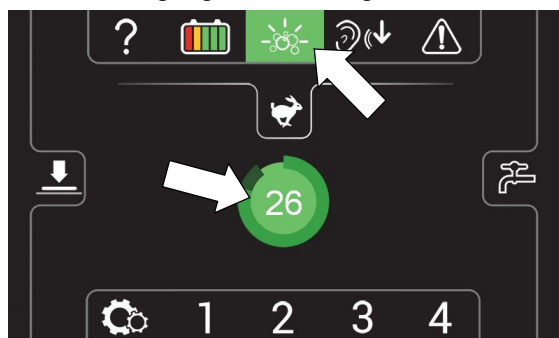

ABB. 53
6.  Mit der optionalen Extrembedingungen- Taste ausgestattete Modelle - Drücken Sie das Extrembedingungen- Symbol einmal, um das Reinigungsmittel für 30 Sekunden zu dosieren. Das Symbol wird grün und ein 30- Sekunden- Countdown- Timer wird gestartet. Für kontinuierliche Dosierung des Reinigungsmittels halten Sie das Symbol 2 Sekunden lang gedrückt, bis ein kontinuierlicher Timer angezeigt wird. Drücken Sie jederzeit das Symbol zum Ausschalten. (Abbildung 53). Das Symbol blinkt gelb, wenn der Extrembedingungen- Tank aufgefüllt werden muss.